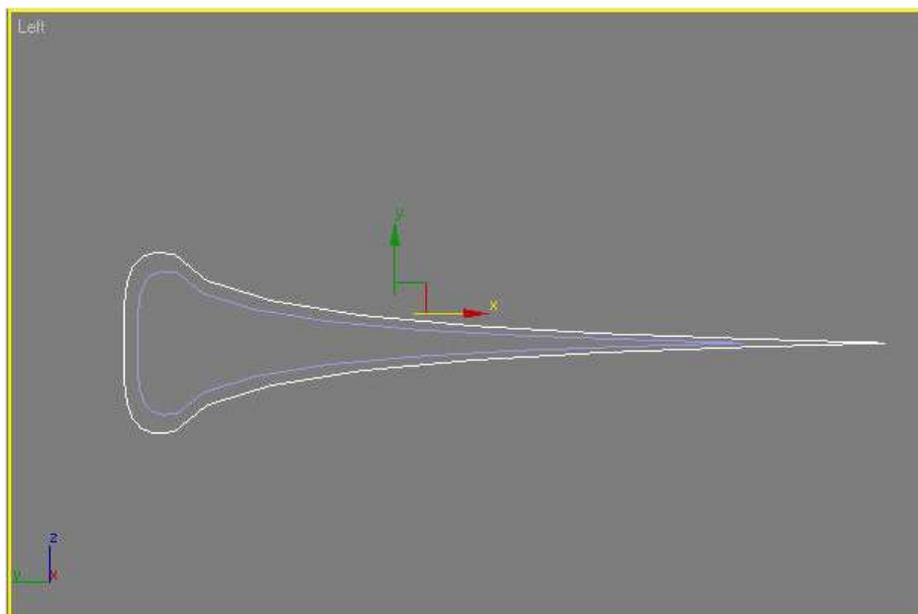

Рис. 18 – Вид объектов после выравнивания
6. Выровняйте полученный объект относительно исходного. Для этого в окне **Align Selection (Выравнивание выделенных объектов)** выберите следующие параметры: установите флажок **Y Position (Y-позиция)**, установите переключатель **Current Object (Объект, который выравнивается)** в положение **Center (По центру)**, установите переключатель **Target Object (Объект, относительно которого выравнивается)** в положение **Center (По центру)**. Нажмите кнопку **Apply (Применить)**. Установите переключатель **Current Object (Объект, который выравнивается)** в положение **Pivot Point (Опорная точка)**. Установите переключатель **Target Object (Объект, относительно которого выравнивается)** в положение **Center (По центру)** и нажмите кнопку **ОК** (рис. 18).